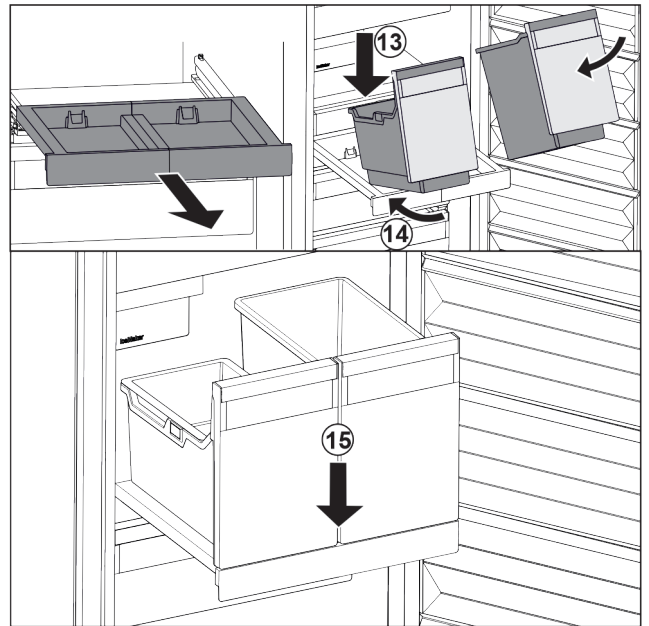

Fig. 129
- Behälter schräg auf das Auszugsbord aufsetzen. Fig. 129 (13)
- Behälter schräg nach hinten einschieben. Fig. 129 (14)
- Behälter vorne absetzen. Fig. 129 (15)